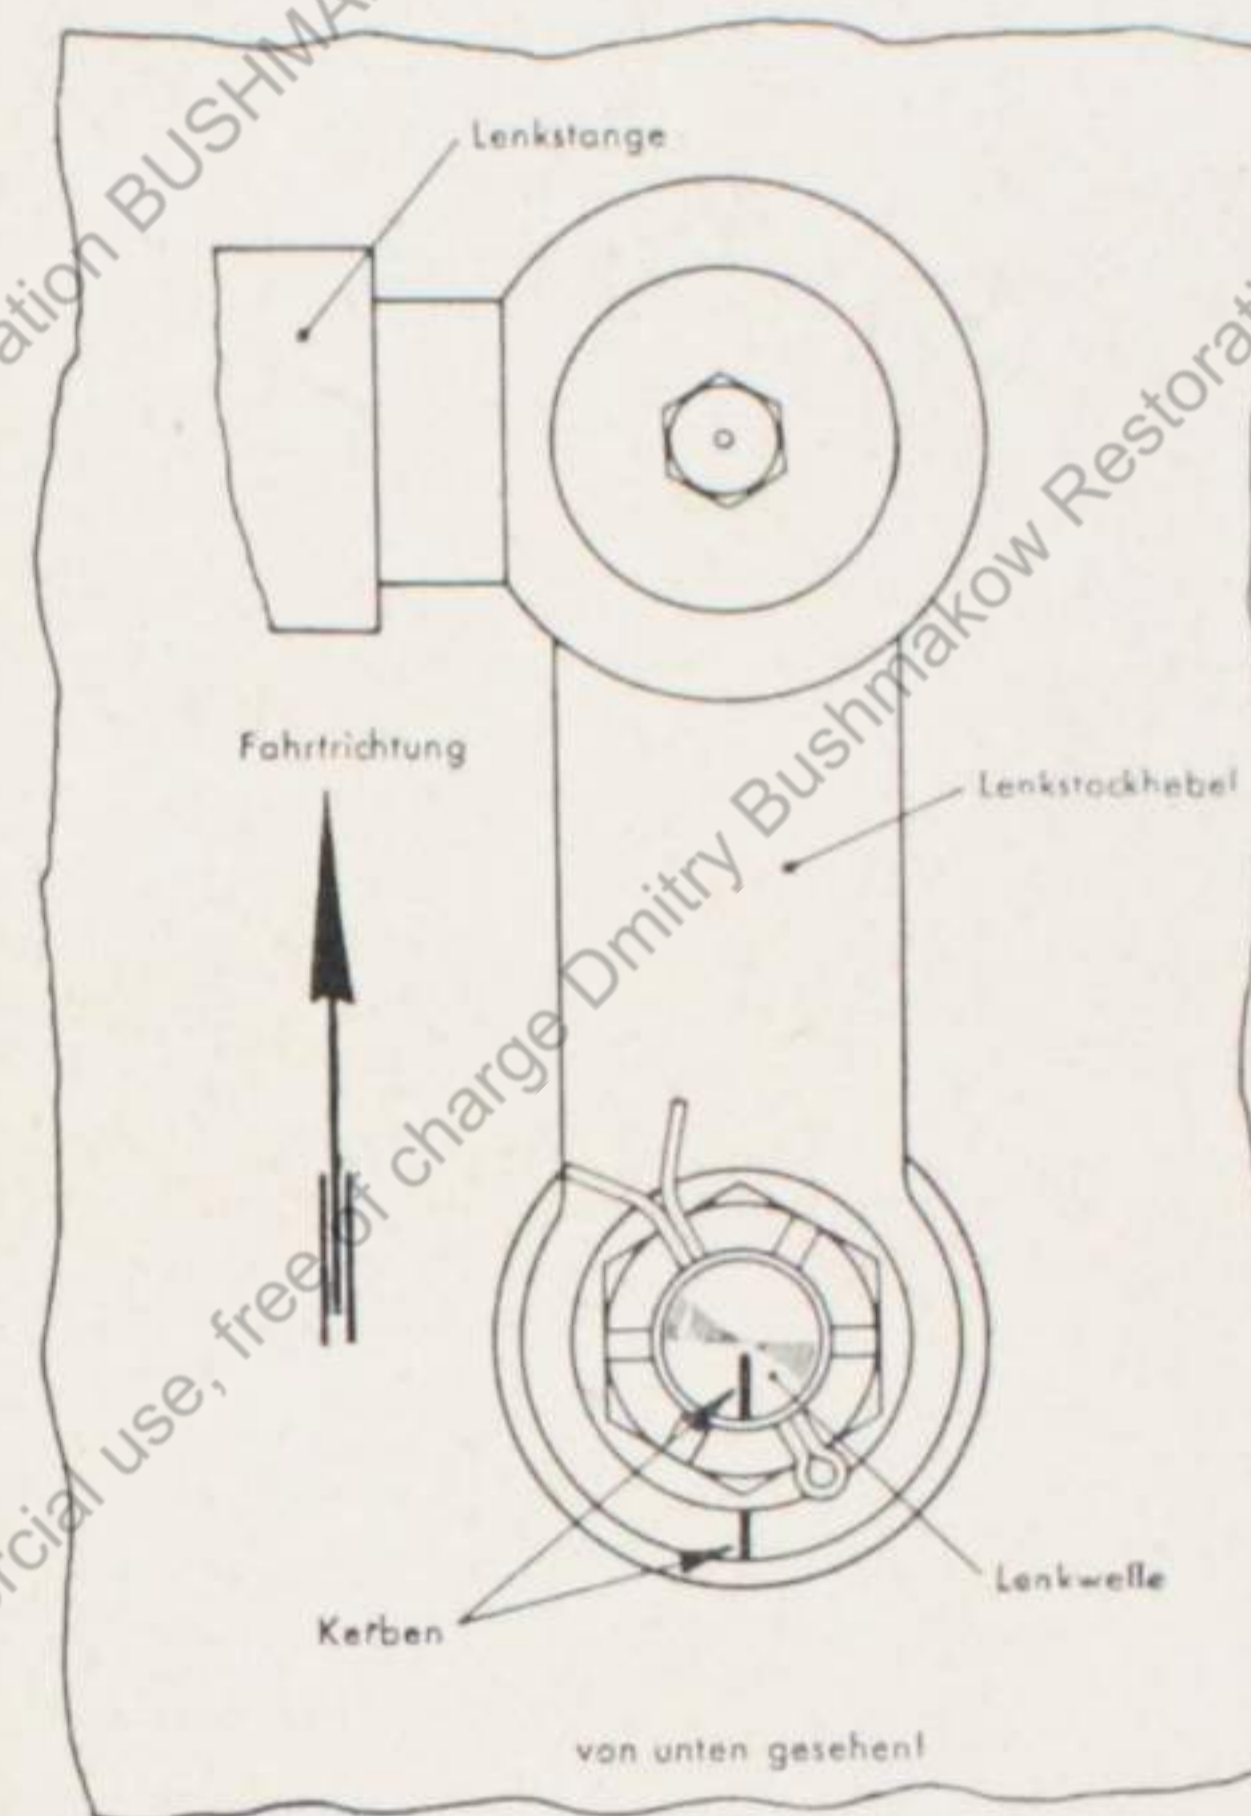

Bild 13
3. Abziehen der Lenkstange (Bild 13)